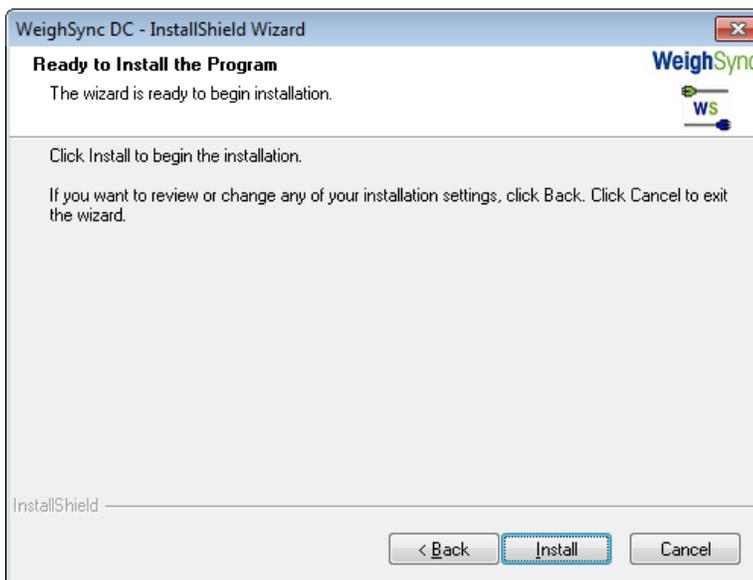

Figura 1-6: Listo para instalar
6. En la pantalla que aparece (Figura 1-6), haga clic en **Install**.